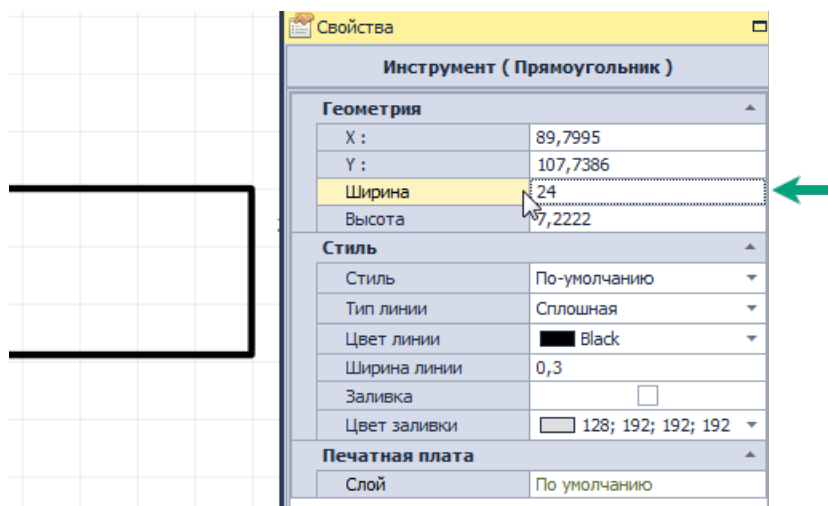

Рис. 373 Ввод параметров в панели «Свойства»
- При построении фигуры размерность можно принудительно задать в панели «Свойства», для этого введите значение ширины и высоты в поле «Геометрия», Рис. 373.